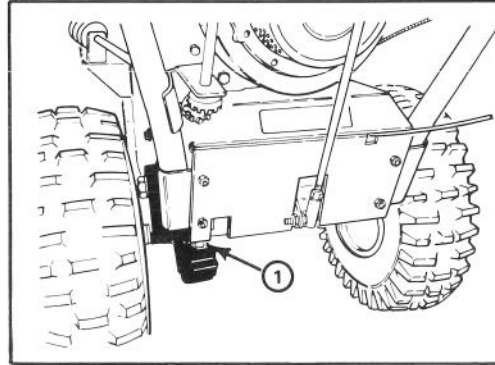

Abbildung 22
1. Die Antriebskette einmal jährlich mit Ketenschmierstoff schmieren (Abb. 22). Überschüssiges Öl aufwischen.